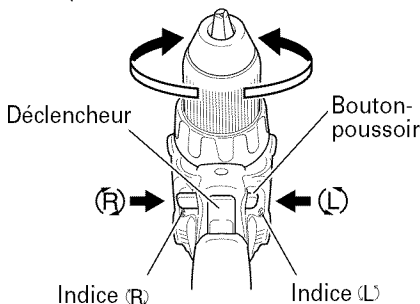

Fig. 8
La mèche tourne dans le sens horaire (vu de l'arrière) quand on appuie sur le côté R du bouton-poussoir. En appuyant sur le côté L du bouton-poussoir, la mèche tourne dans le sens anti-horaire. (Voir Fig. 8) (Les repères (L) et (R) sont marqués sur le corps.)